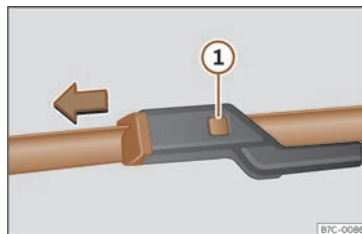

Fig. 45 Canvi de les escombretes de l'eixugapara-brises.
- Premeu la tecla de desbloqueig»» **fig. 45**
❶ mentre tibeu lleugerament l'escombreta en el sentit de la fletxa.